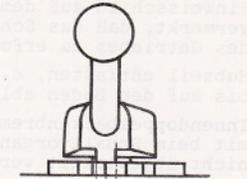

Bild 2a
- c) Bei den Schaltstellungen nach Bild 3 bis 5 ist der Räderblock festzuhalten, der äußere Hebel auszurasen und soweit wie möglich zu schwenken, ohne daß sich der Block bewegt. Dabei darf der in Bild 2a bzw. 2b angegebene Wert V_{max} für den Versatz nicht überschritten werden.